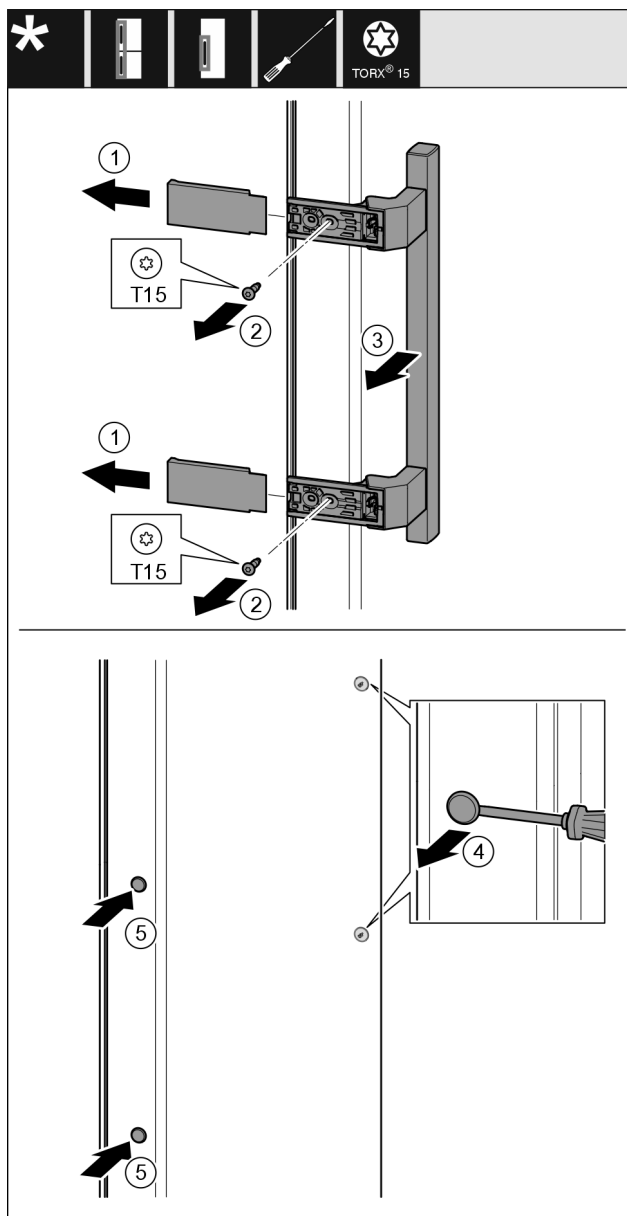

Fig. 40
- 拆下盖板 Fig. 40 (1)。
- 用螺丝刀将螺钉 Fig. 40 (2) 旋开。
- 取下把手 Fig. 40 (3)。
- 用带槽螺丝刀小心地提起侧边的堵头 Fig. 40 (4) 并将其拉出。
- 将堵头 Fig. 40 (5) 重新放入另一个侧。